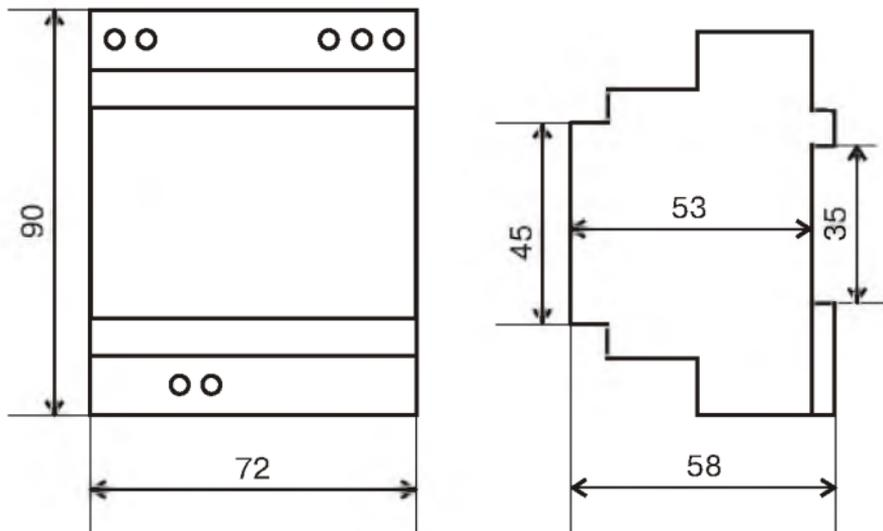

Рис.1 Габаритные и установочные размеры
2.6. Габаритные и установочные размеры терморегулятора приведены на Рис. 1.